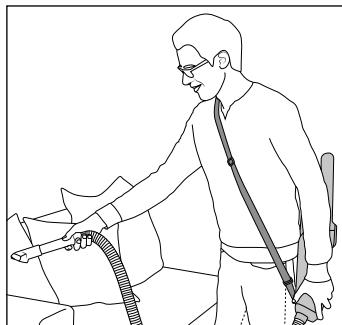

Bild 12
- Vi rekommenderar bärremmen ⑥ läggs över axeln och tvärs över bröstet (se bild 12).